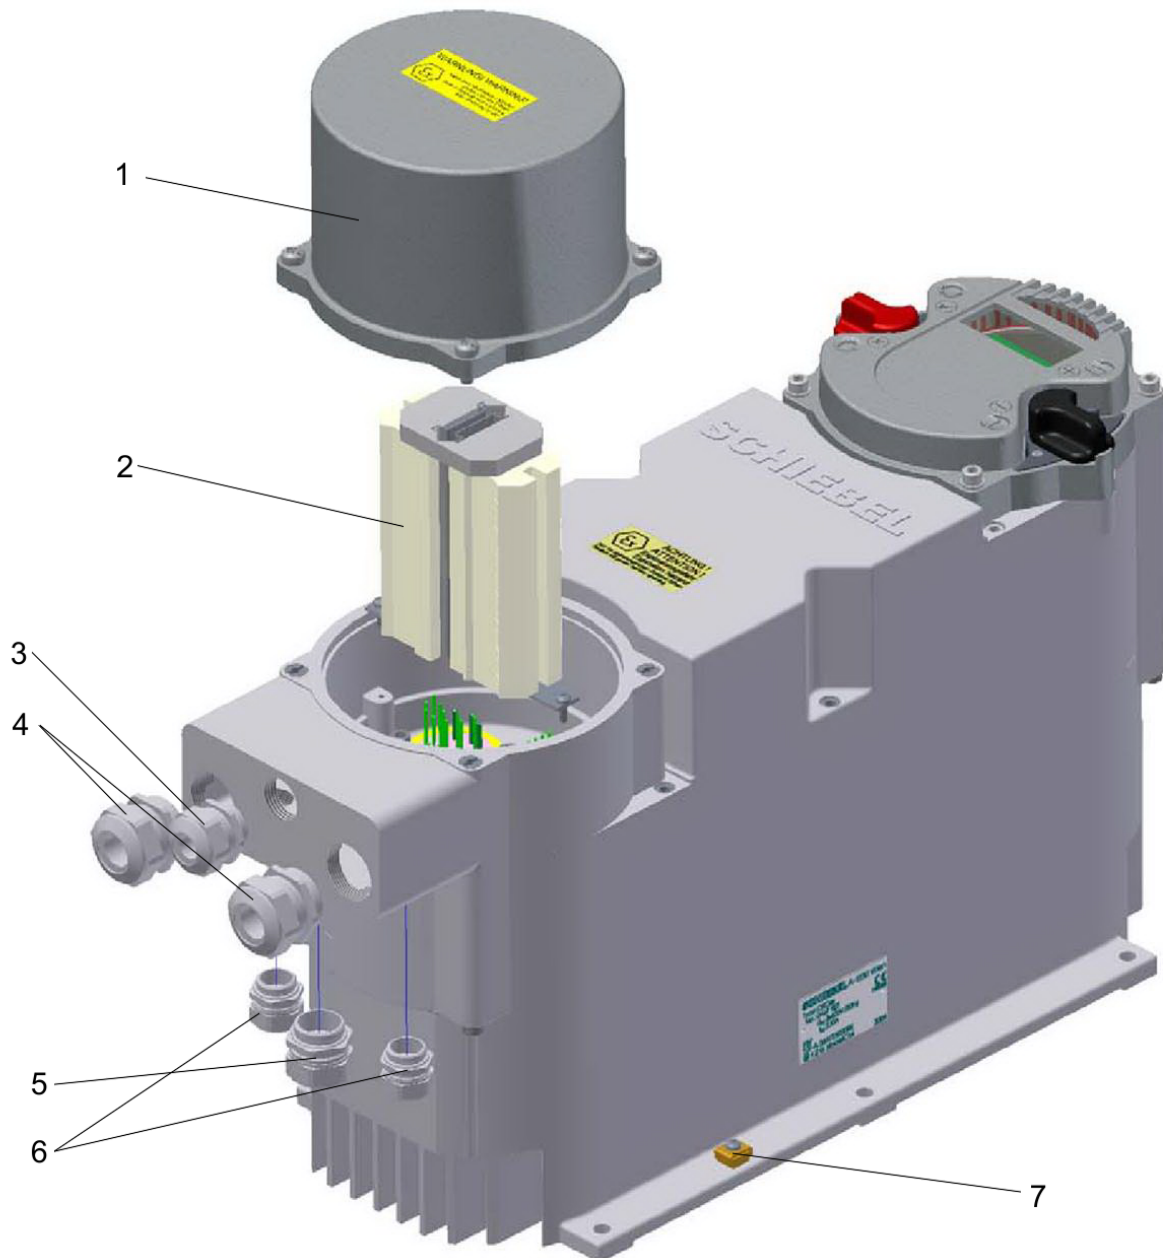

Bild 3: Anschluss Ex Version
- Bei **explosionsgeschützter Ausführung** bzw. auf Bestellung Anschluss der Steuerung über Klemmleiste (siehe Bild 3): Der maximale Leiterquerschnitt für die Steuerung beträgt $2,5\text{ mm}^2$ und für den Leistungsanschluss 4mm^2